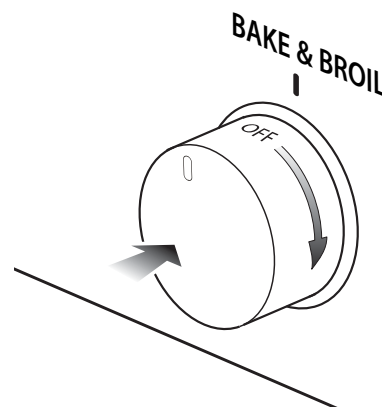

Fig. 3.5 Bouton de commande du four
2) Appuyez complètement sur le bouton de commande du four et tournez-le dans le sens horaire (fig. 3.5), jusqu'à la position BROIL.